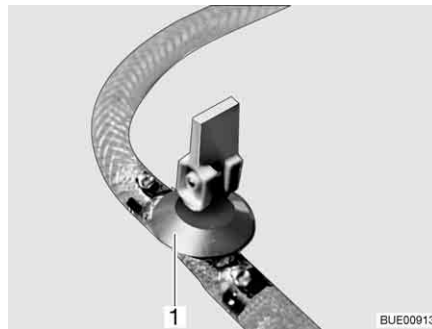

Bild 205 Avtappningskran
- Stäng avtappningskranen/avtappningskranarna. Ställ vipparmen (Bild 205, 1) i vågrätt läge.
- Öppna avtappningskranen/avtappningskranarna (Bild 205). Ställ vipparmen (Bild 205, 1) i lodrätt läge. Varmvattenberedaren töms utåt.